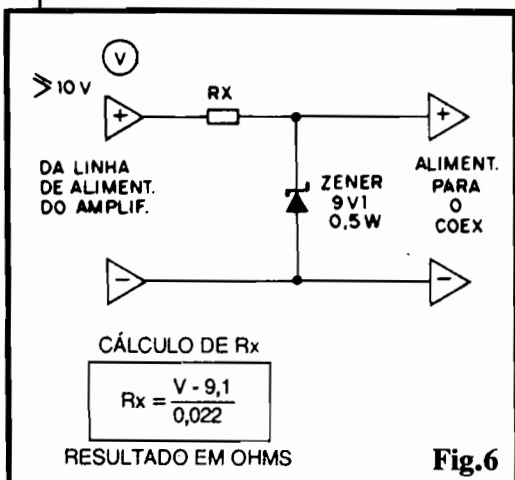

Fig.6
- FIG. 6 - ENSINANDO A ROUBAR... - Um "truquinho" técnico muito simples, baseado num diodo zener de 9V1 x 0,5W, mais um único resistor (Rx) permite "transformar" qualquer Tensão C.C. (de preferência sob um mínimo de 10V, para efetiva ação do zener...) na "voltagem" requerida pelo circuito do COEX e sob o necessário regime de Corrente... No diagrama, além do "esqueminha" do arranjo, vemos também a fórmula utilizada para o cálculo do valor de Rx... Basta "pegar" a Tensão original (em volts), subtrair 9,1 e dividir por 0,022... Nesse cálculo, obtém-se o valor de Rx já em Ohms, devendo ser adotado, na prática, o valor comercial mais próximo... Se - por exemplo - como resultado final da fórmula for obtido o número "372", usa-se um resistor de 390R, e por aí vai a "coisa"...
- - ALIMENTAÇÃO - Se for montado/utilizado como individual, "independente", o COEX, pedirá, para sua alimentação, uma bateriazinha de 9V, com o respectivo "clip" de conexão (e, eventualmente, um interruptor simples para o "liga-desliga"...). Já se for utilizado em conjunto com outros módulos circuitais, de forma fixa, o "roubo" da necessária alimentação exigirá (ver fig. 6, mais adiante...) um diodo zener de 9V1 x 0,5W e mais um resistor (Rx), cujo valor ensinamos a calcular, mais adiante...